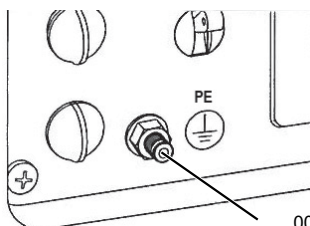

Figura 3-1. Conexión a tierra del generador
El generador está equipado con una conexión a tierra que conecta la estructura del generador y los terminales de tierra en las tomas de corriente de CA (consulte NEC 250.34 (A)). Esto permite que el generador se utilice como generador portátil sin conectar a tierra la estructura del generador como se especifica en el artículo 250.34 del NEC. Consulte la Figura 3-1.